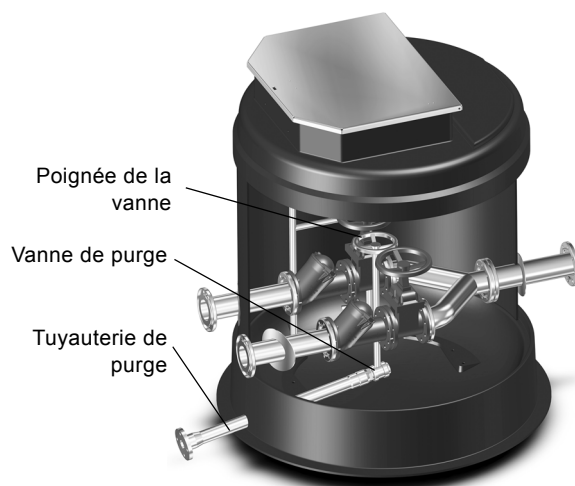

Fig. 29 Purge de la chambre
1. Ouvrez la vanne de purge de la chambre au moyen de la poignée de la vanne dans la station de pompage afin de vider le carter de la chambre. Voir fig. 29.
7. Fermez la vanne de purge à l'intérieur de la station de pompage. Voir fig. 29.